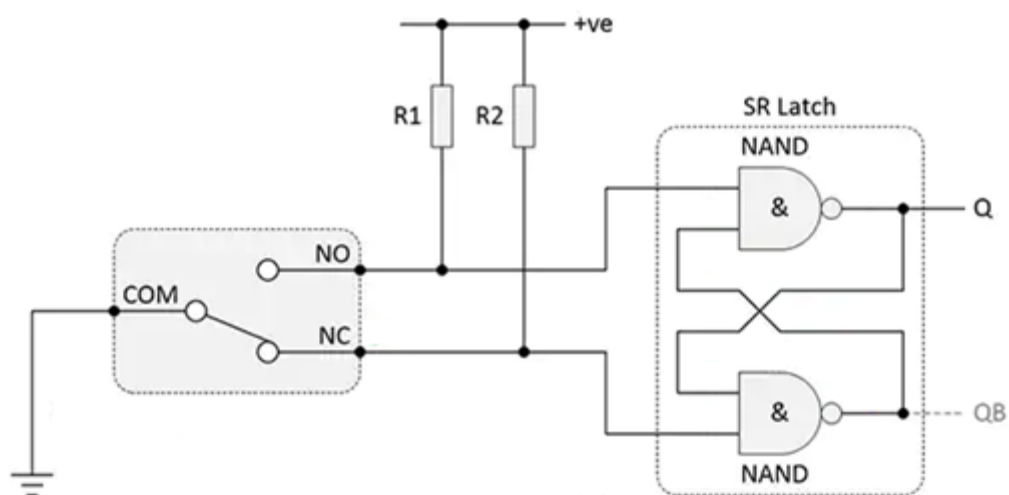
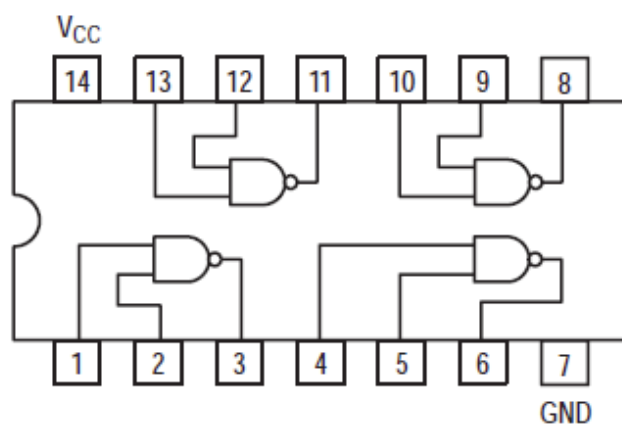

Figura 7. Circuito de *Debouncing* usando um labtch SR.
Figura 8. Esquemático do CI 7400.
Para isso, utilizaremos o circuito da Figura 7, no qual se usa um *latch* SR composto por duas portas NANDs (CI 7400, cujo esquemático se encontra da Figura 8).
1. Para os resistores R1 e R2 utilize o valor de 10 k $\Omega$  (Figura 7).
2. A saída Q do *latch* deve ser conectada ao pino de clock do primeiro flip-flops (Figura 7).
3. NA entrada *latch* de será utilizada uma chave de 3 pinos. **Note que, as conexões da chave serão diferentes das feitas para outros experimentos. Neste, o 0 V deve ser conectado ao pino do meio e os resistores aos pinos laterais e às entradas das NANDs** (Figura 7).